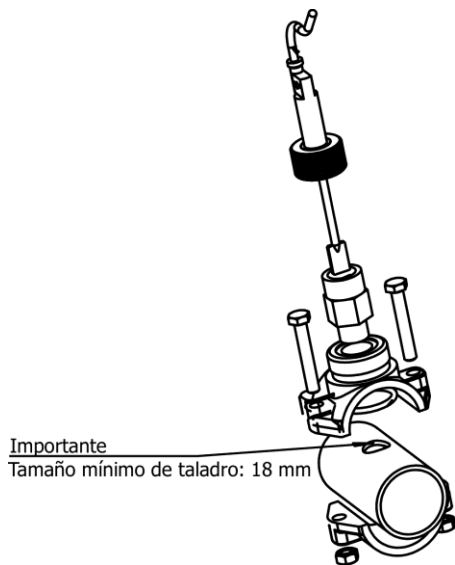

Fig. 9-1
1. Colocar el collarín suministrado en un tramo de la tubería situado a la entrada de la célula de electrolisis. El collarín deberá instalarse siempre en posición horizontal al suelo (ver Fig. 9-1).
2. Instalar el detector de flujo (interruptor flujo) siempre de forma vertical en el collarín (Fig.9-1).